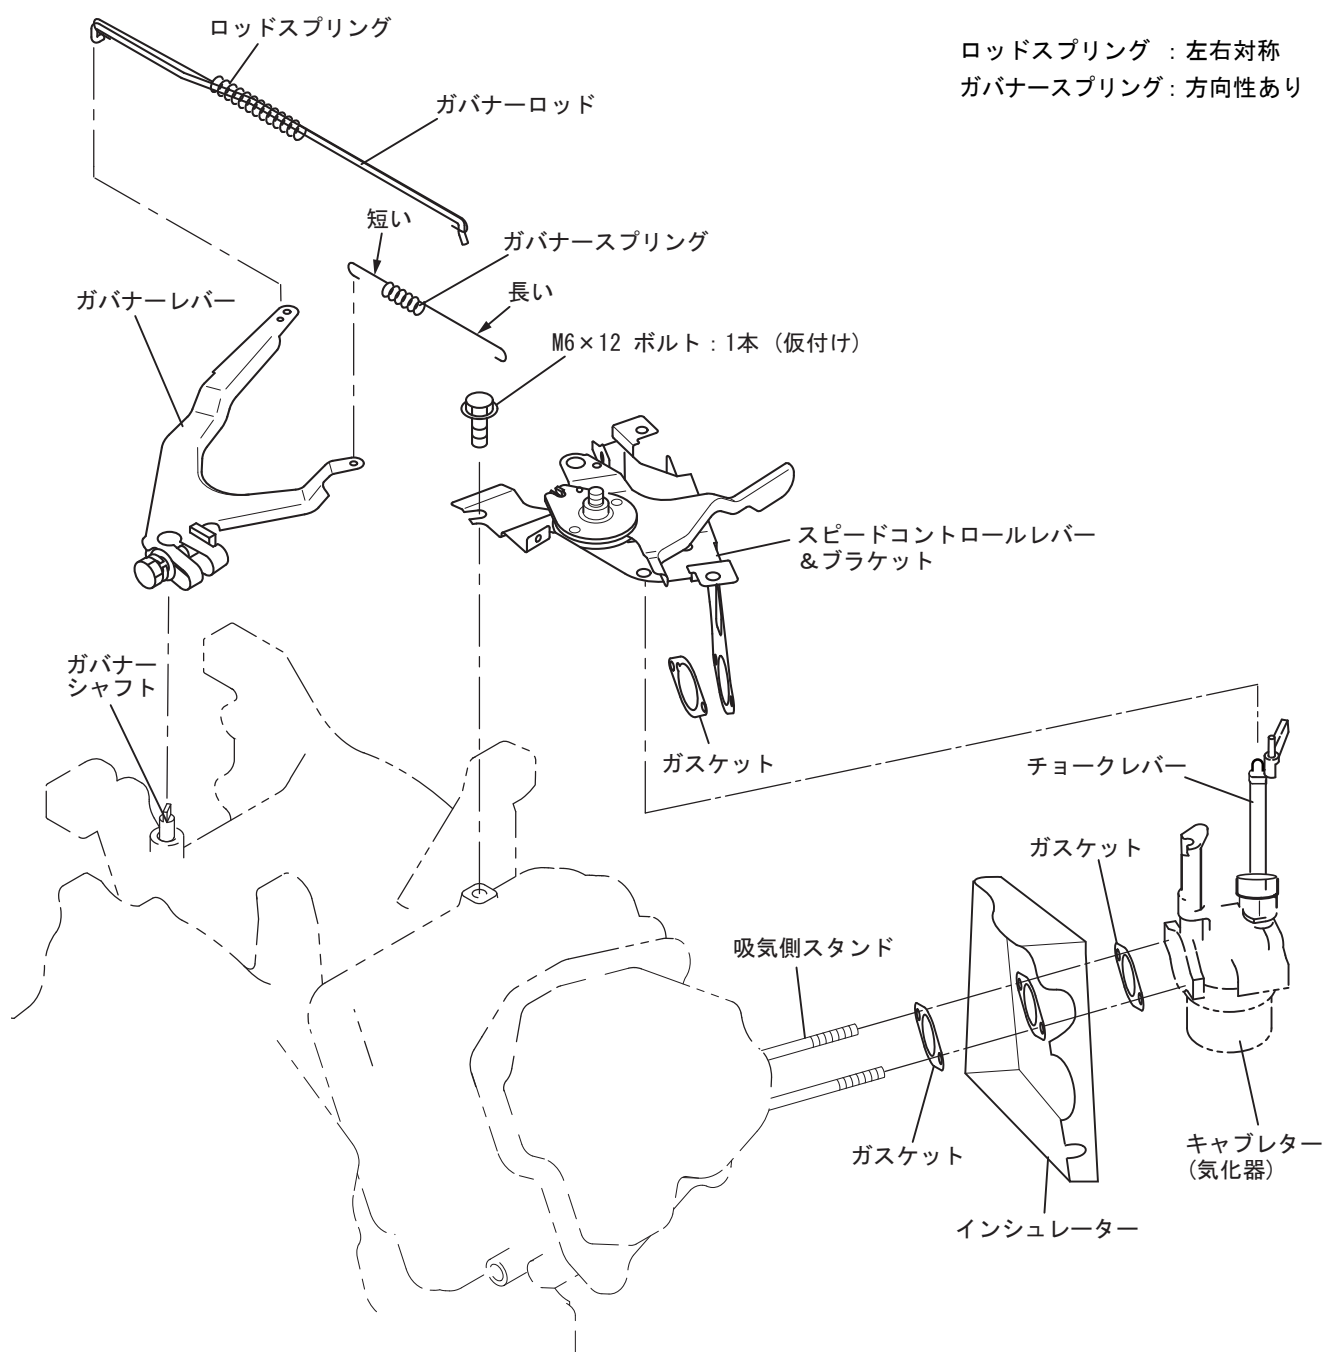

図 5-58
## ②2 ガバナーレバーの組付け(図5-58, 59を参照)
⑳ スピードコントロールレバー&ブラケットの組付け(図5-58, 59を参照)